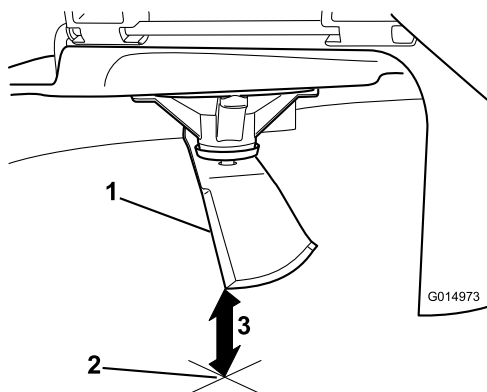

Figura 98
5. Mida desde la punta de la cuchilla hasta la superficie plana (Figura 98).